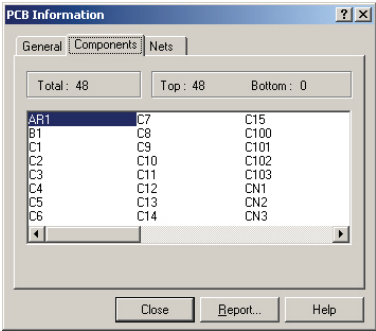

图 6-125 “Components”选项卡
- “Components”选项卡：用于显示当前电路板上使用的元器件序号以及元器件所在的层等信息，如图 6-125 所示。